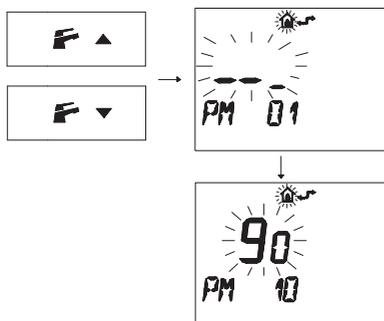

Рисунок 5.49
- Нажмите кнопку **F** с **▲** или **F** с **▼**, чтобы вывести на дисплей код "PM10" для выбора частоты повторного включения (Рисунок 5.49).
Рисунок 5.49 показывает заданное значение **90**, которое соответствует повторному включению каждые 3 минуты.